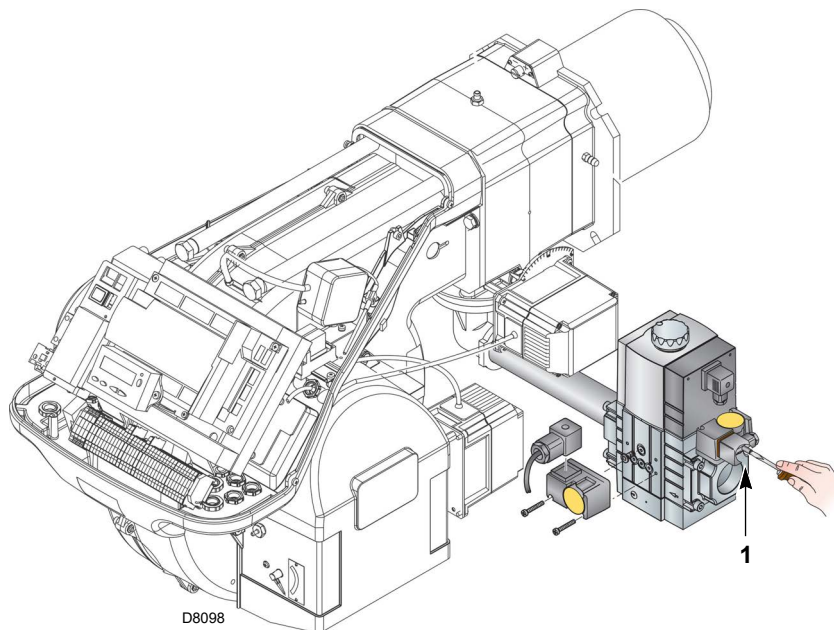

Fig. 26
- Controlar la presión de la alimentación de gas conectando un manómetro en la toma de presión 1)(Fig. 26) del presostato gas de mínima: debe ser inferior a la presión máxima permitida de la rampa de gas, que figura en la placa de características.
- Purgar el aire de la tubería de la rampa de gas conectando un tubo de plástico en la toma de presión 1)(Fig. 26) del presostato gas de mínima. Llevar hacia el exterior del edificio el tubo del purgado, hasta que se huela el gas.